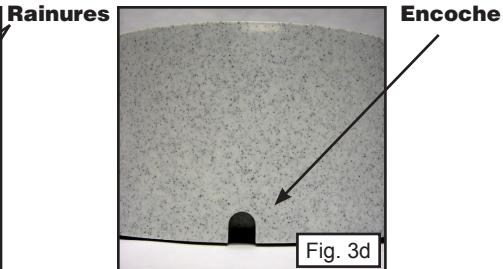

Fig. 3d
- 2) Faire passer la prise de courant dans l'ouverture située à côté du moteur. Vous pouvez passer le fil dans les rainures sous l'arche et ensuite faire suivre le cordon d'alimentation le long de la fontaine jusqu'à l'encoche prévue pour le cordon (Fig. 3d). Utiliser cette encoche pour dissimuler le cordon d'alimentation.